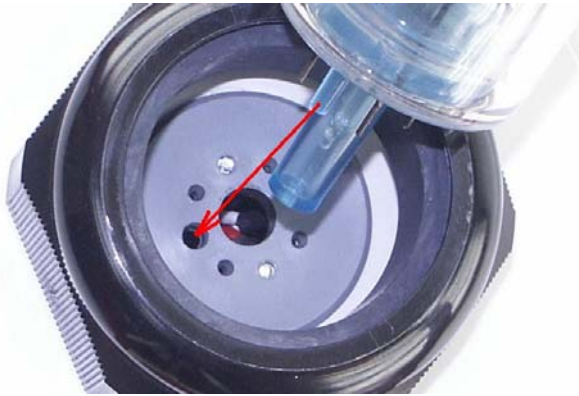

Fig. 1: Inserción del tubo
- ¡Se inserta el tubo perpendicularmente, teniendo necesariamente en cuenta la orientación correcta de las espigas de contacto y de la espiga de codificación! (ver Fig 1).